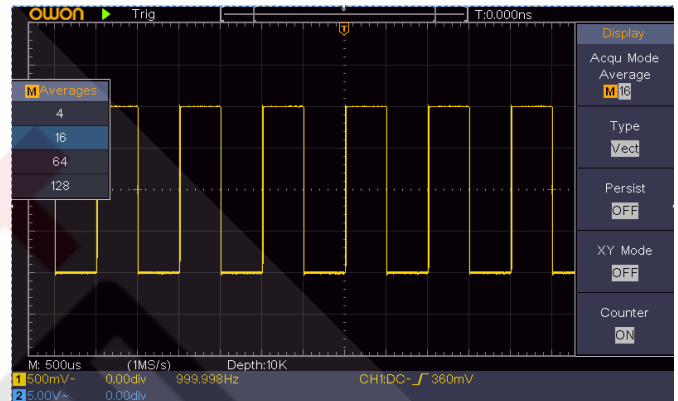

Рисунок 6.5. Подавление шума с помощью функции усреднения Average
- 3) Наблюдайте осциллограмму, поворачивая регулятор M и с его помощью меняя число усреднений (см. рисунок 6.5).